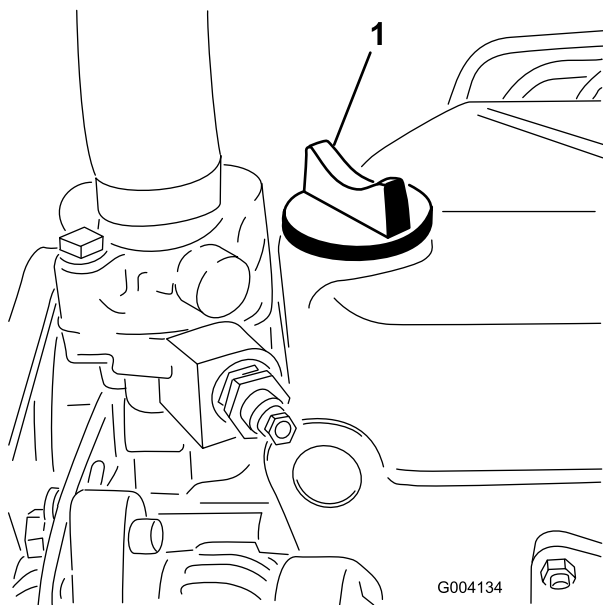

Figura 30
5. Se o nível de óleo se encontrar abaixo da marca Full (Cheio) da vareta, retire a tampa de enchimento (Figura 30) e adicione óleo até que o nível atinja a marca Full.